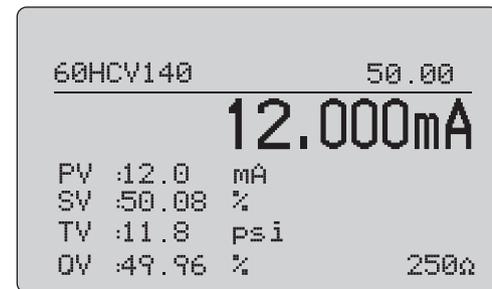

Abbildung 53. Manueller Test
**Manueller Test** wählen, um das angelegte mA-Signal und die HART Variablen anzuzeigen. Siehe Abbildung 53.